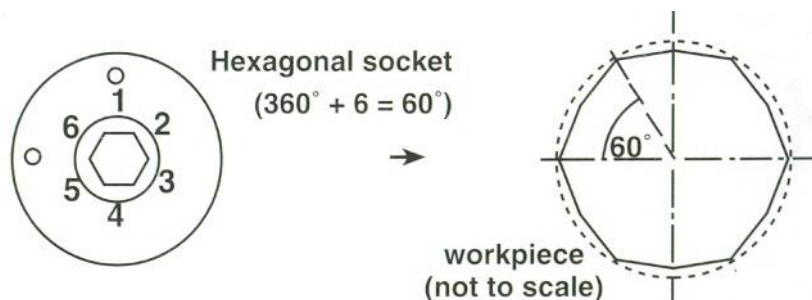

Fig. 3.
1. Draai het eerste van de zes zijden met de meenemer uitgelijnd met kant "1" (zie fig 3)